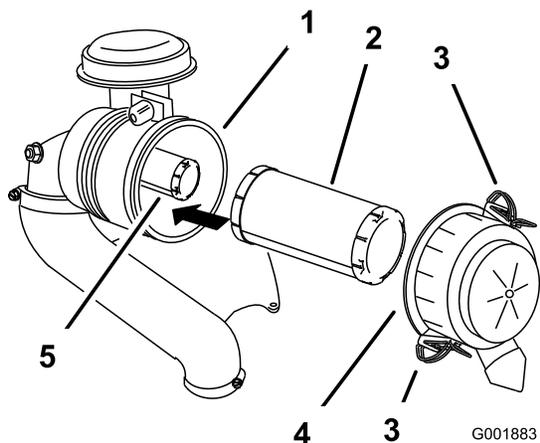

Figure 31
3. Ouvrez les dispositifs de verrouillage du filtre à air et détachez le couvercle du boîtier du filtre (Figure 31).
5. Sortez le préfiltre du boîtier du filtre avec précaution (Figure 31).
2. Si vous remplacez l'élément intérieur, insérez-le avec précaution dans le boîtier du filtre (Figure 31).
3. Placez ensuite le préfiltre sur l'élément intérieur avec le même soin (Figure 31).
4. Remettez en place et verrouillez le couvercle du filtre à air (Figure 31).